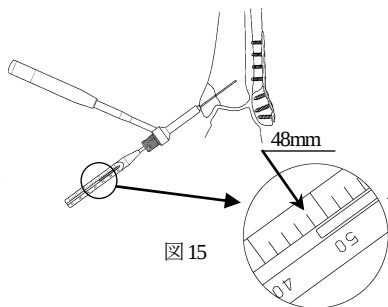
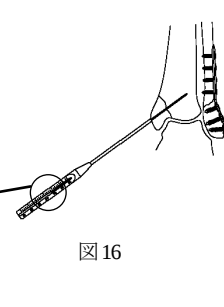

図 15
図 16
- 3) 経皮的挿入器の 1.3 ガイドピンスリーブを取り外します。1.3 ガイドピンデプスゲージを挿入し、刺入深さを計測します。(図 15) 1.3 ガイドピン用ガイド(S)を用いる場合は、1.3 ガイドピンに 1.3 ガイドピンデプスゲージを挿入し、刺入深さを計測します。(図 16) この深さは実測値で計測されます。